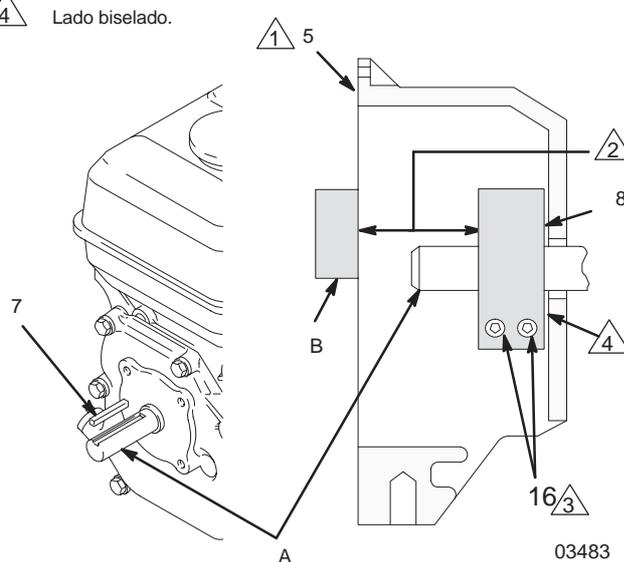

Fig. 10
1. Fig. 10. Afloje los dos tornillos (16) de la abrazadera (8).
2. Introduzca el destornillador en la ranura de la abrazadera (8) y saque ésta.
1. Fig. 10. Instale la chaveta del eje del motor (7).
2. Golpee la abrazadera (8) del eje del motor (A) con un mazo de plástico.
3. Introduzca la abrazadera (8) en el eje del motor (A). Mantenga la distancia mostrada en la nota 2 de la Fig. 10. El lado biselado debe quedar dirigido hacia el motor.